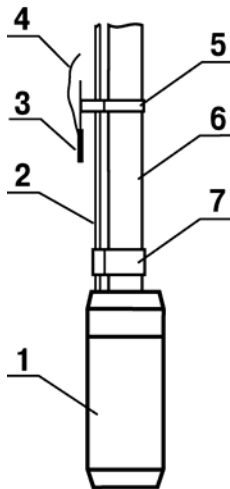

Рисунок 5.1
5.6 Монтаж датчика сухого хода (только для скважинного насоса). Датчик устанавливается на водоподъемную трубу на высоте 1м. от насоса. В качестве проводника используется провод сечением $1,5 - 2,5 \text{ мм}^2$. В качестве второго проводника используется водоподъемная труба (см. рисунок 5.1).